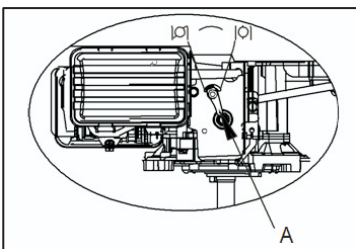

Fig. 2B
b) Mova o controle de aceleração para a posição "choke" . (Fig. 2B)